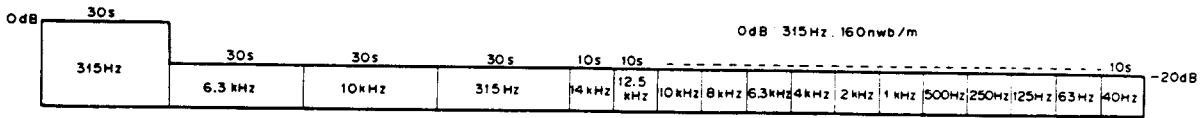

Fig. 7-3 Cinta de prueba STD-331B
- STD-331B: Ajuste de reproducción (ver Fig. 7-3)